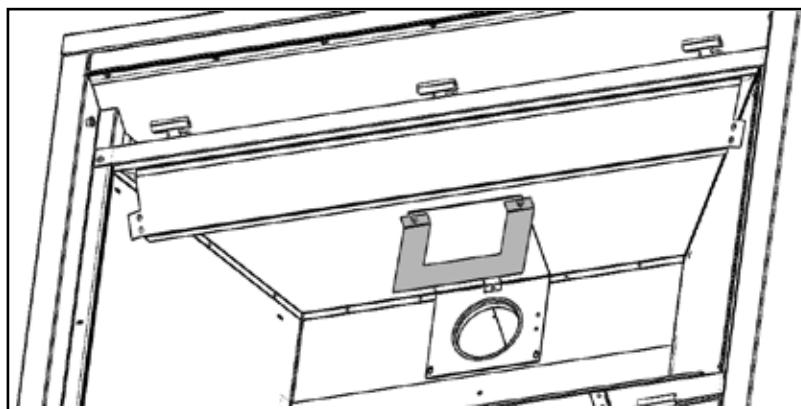

Fig. 1
- Retirez les quatre tête hexagonale de fixation du déflecteur de l'intérieur de la partie supérieure avant de la chambre de combustion (**Fig. 1**).
- Desserrez les deux vis servant à fixer la plaque d'évacuation, installez le déflecteur en glissant les ouvertures en forme de fentes derrière les têtes, puis resserrez les vis (**Fig. 1**).